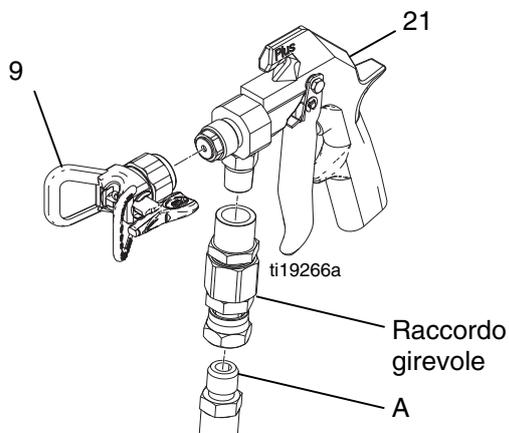

FIG. 5
2. Scollegare il flessibile del fluido (A) e il raccordo girevole (se utilizzato). Rimuovere la protezione dell'ugello (9). Svitare la vite a molla (21) di circa 1/4 poll. (7 mm) per rilasciare la tensione della molla. Vedere la FIG. 5.